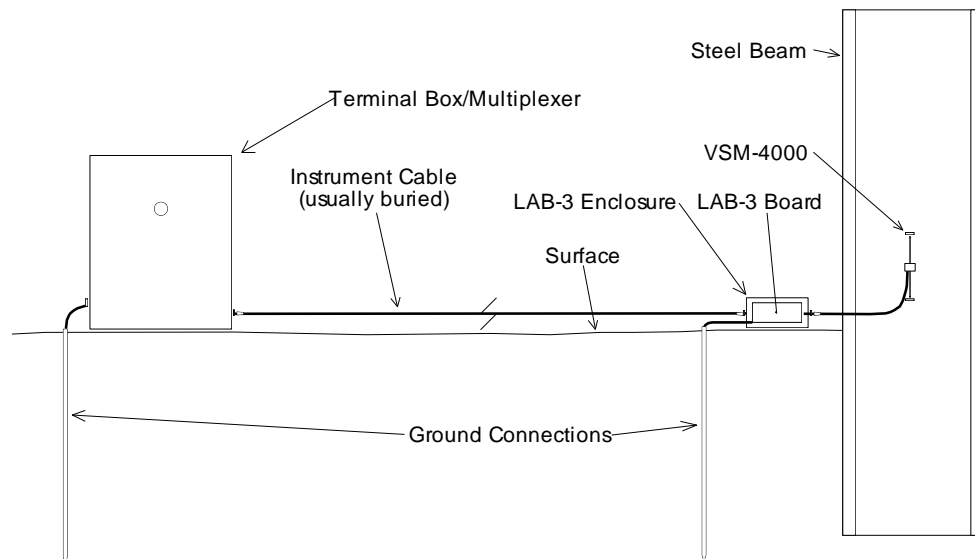

Figura 5 - Esquema de Protección contra Rayos
- Geokon cuenta con tableros de pararrayos y compartimentos, que se instalan en el punto de salida del cable del instrumento desde la estructura que se está monitoreando. El compartimento tiene una parte superior desprendible, de manera que en caso que se dañe el tablero de protección (LAB-3), el usuario puede dar servicio a los componentes (o reemplazar el tablero). Se hace una conexión entre este compartimento y la conexión a tierra para facilitar que la corriente momentánea se desvíe del deformímetro. Ver la Figura 5. Consulte la fábrica para información adicional sobre estos esquemas de protección contra rayos.